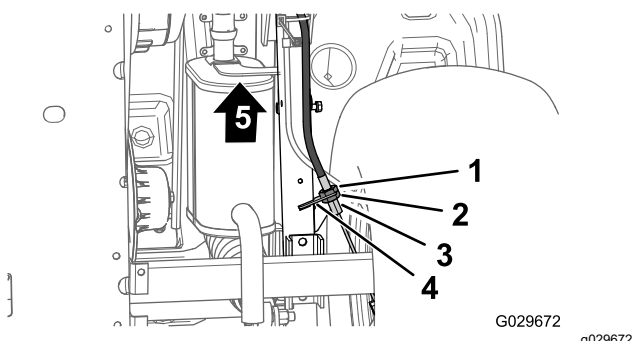

Рисунок 66
3. В нижней части машины ослабьте заднюю зажимную гайку резьбового регулятора троса стояночного тормоза на 4 оборота (Рисунок 66).
4. Затяните переднюю контргайку (Рисунок 66).
- А. Ослабьте затяжку передней зажимной гайки (Рисунок 66) на резьбовом регуляторе троса стояночного тормоза на один оборот.
- В. Затяните заднюю контргайку (Рисунок 66).
- А. Ослабьте затяжку задней зажимной гайки (Рисунок 66) на резьбовом регуляторе троса стояночного тормоза на один оборот.
- В. Затяните переднюю контргайку (Рисунок 66).